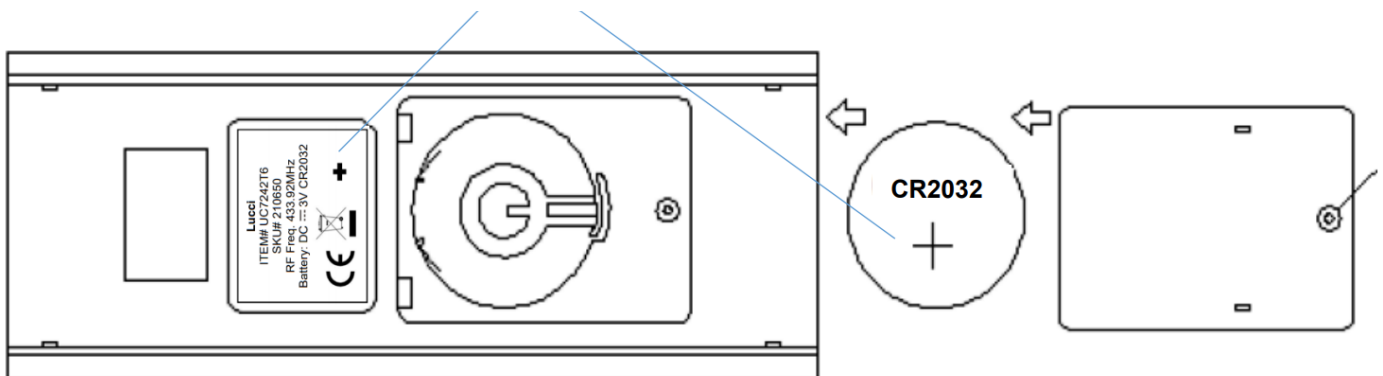

Abb. 11
**EINSETZEN DER BATTERIE (Abb. 11)**
Setzen Sie die 3V DC-Batterie vom Typ CR2032 in das Fach ein. Bitte achten Sie auf die richtige Polarität der Batterie. (Abb. 11)
- Setzen Sie die 3V DC-Batterie vom Typ CR2032 in das Fach ein. Bitte achten Sie auf die richtige Polarität der Batterie. (Abb. 11)